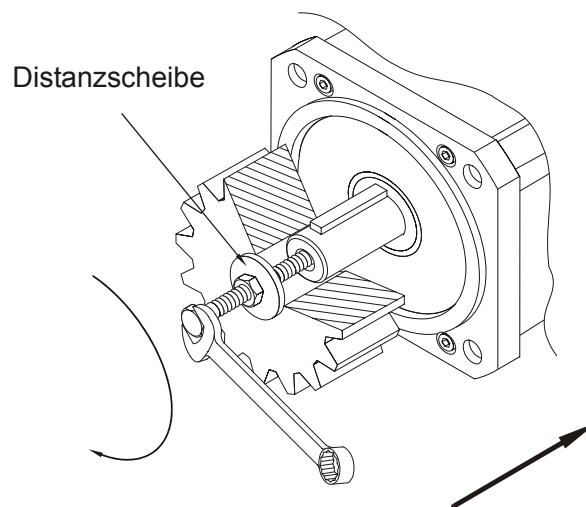

Abb. 1: Beispiel zum Aufziehen eines Abtriebs Elements
- Benutzen Sie zum Aufziehen von Kupplungen, Zahnrädern oder Riemenscheiben unbedingt das vorgesehene Anzugsgewinde in der Motorwelle, siehe Abb. 1, und erwärmen Sie, sofern möglich, die Abtriebs Elemente.